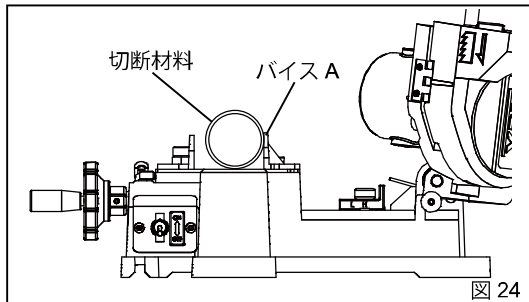

図 24
② バイス A に沿うように切断材料を乗せます。(図 24)